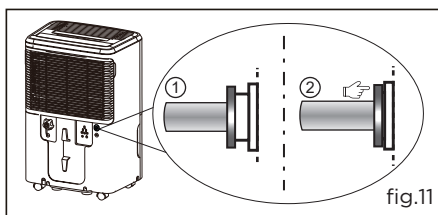

fig.11
- a. Pressez l'anneau de serrage du joint de vidange;(fig.11)